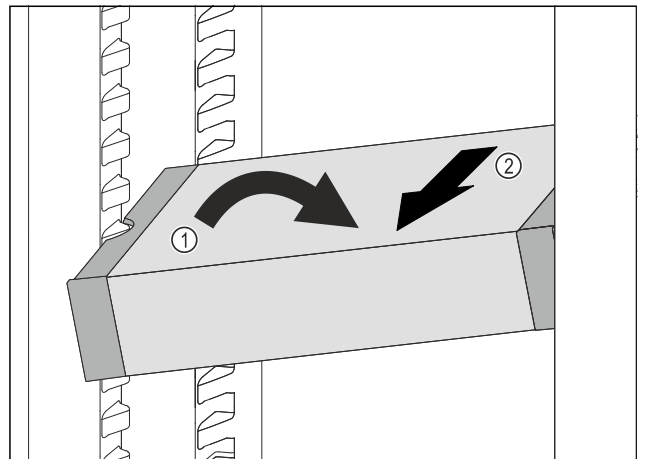

Fig. 64
- ▶ VarioSafe in het koelgedeelte schuin zetten. Fig. 64 (1)
- ▶ VarioSafe naar voren toe verwijderen. Fig. 64 (2)